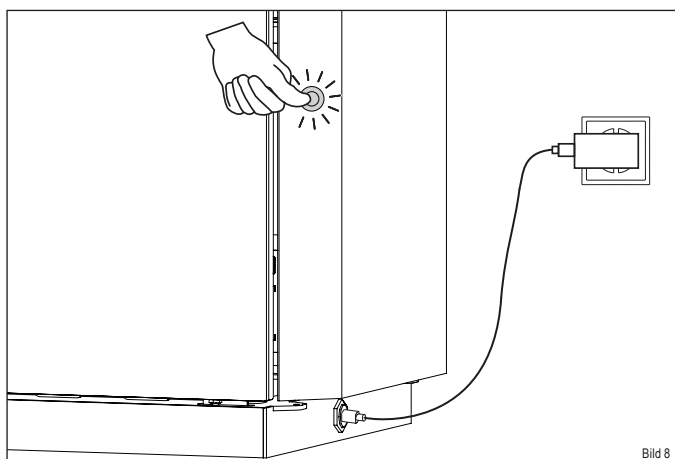

Bild 8
- Drücken Sie den Ein/Aus-Schalter (Bild 8).